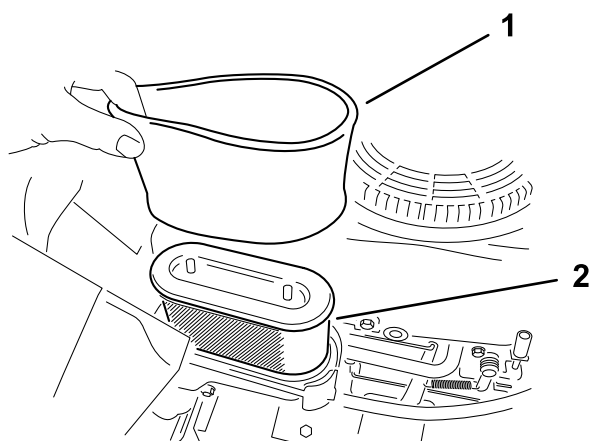

Figuur 37
4. Verwijder het luchtfilterdeksel door de 2 knoppen los te draaien (**Figuur 37**).
3. Monteer het luchtfilterdeksel en draai de twee knoppen vast (Figuur 37).